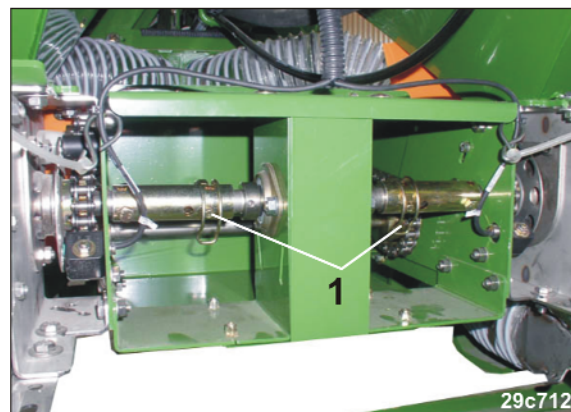

Fig. 116
- kan doseringen af den ene maskinhalvdel (delbrede) frakobles ved at fjerne den relevante ringsplit (Fig. 116/1).